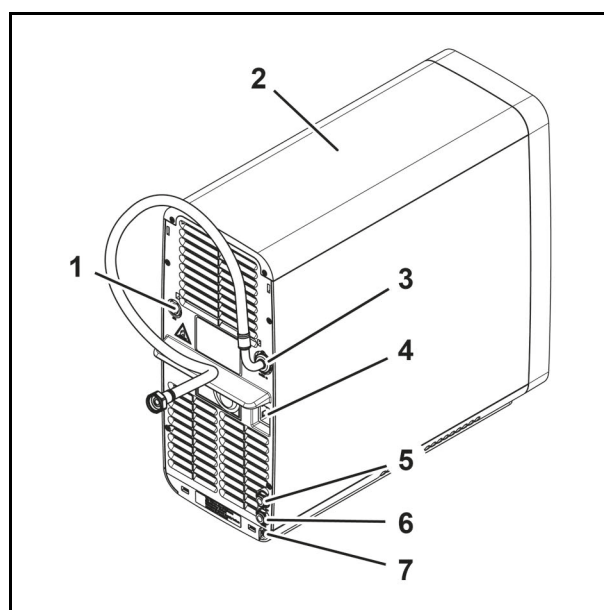

Abb. 19
2. Trennen Sie den Netzstecker vom Anschluss (Abb. 19/4) des Untertischgeräts (Abb. 19/2).
3. Trennen Sie die elektrische Leitung der Armatur vom Anschluss (Abb. 19/7) des Untertischgeräts (Abb. 19/2).
4. Trennen Sie die Kaltwasserleitung (Abb. 19/3) vom Untertischgerät (Abb. 19/2).
5. Trennen Sie die Drainageleitung (Abb. 19/6) vom Untertischgerät (Abb. 19/2).
6. Trennen Sie die Produktleitung (Abb. 19/5) vom Untertischgerät (Abb. 19/2).
7. Trennen Sie ggf. die externe CO₂-Versorgung (Abb. 19/1) vom Untertischgerät (Abb. 19/2), siehe Kapitel 5.9.